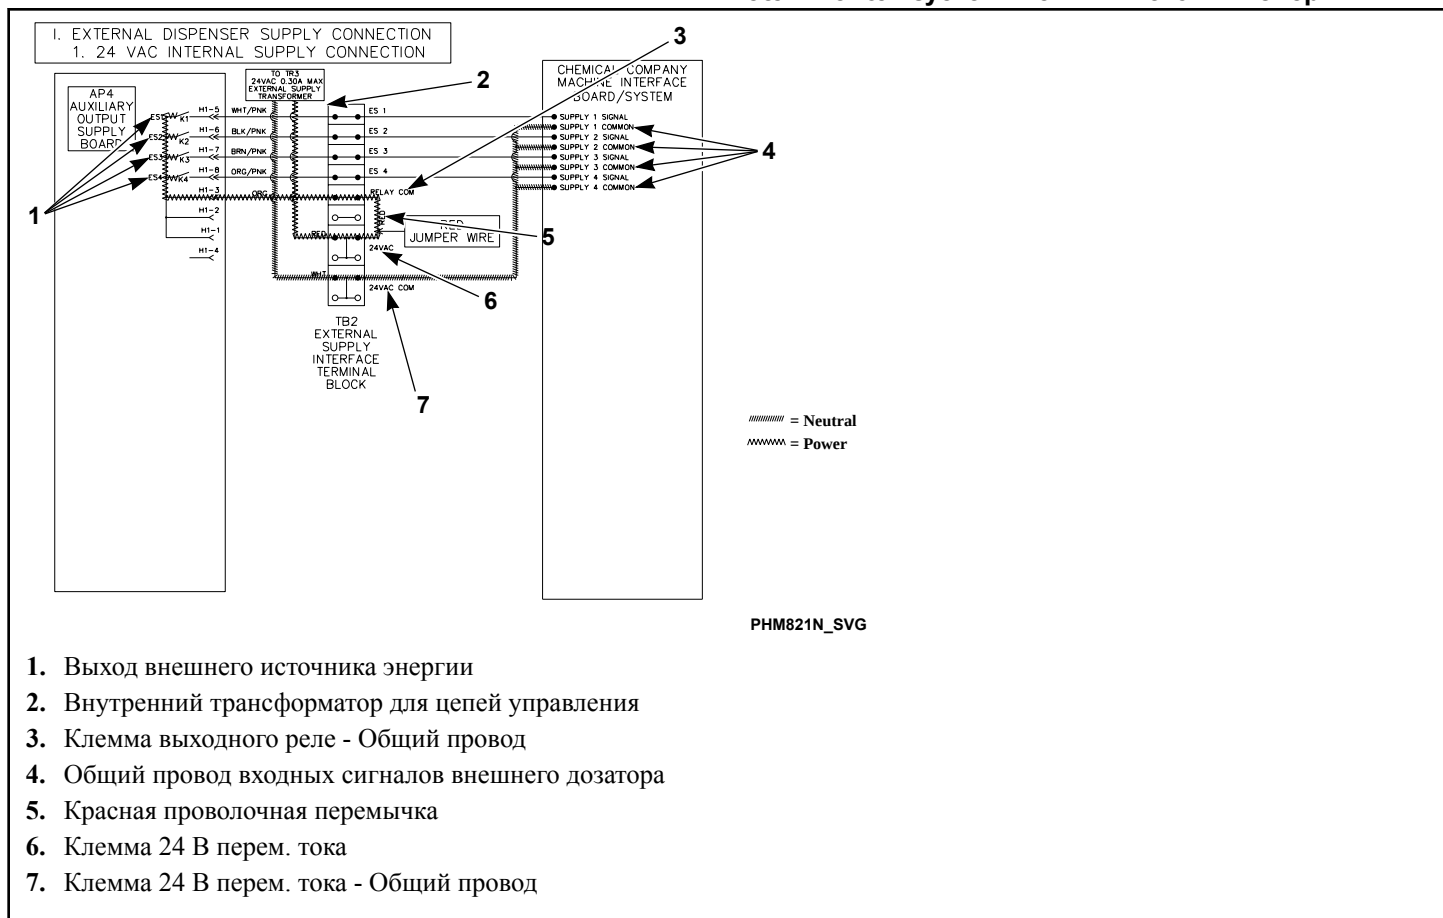

Рис. 27
- Вторая клемма используется для соединения другой стороны трансформатора для цепей управления с общим проводом выходных сигналов машины через красную проволочную перемычку между «24 В перем. тока» и «Выходным реле - Общий провод». См. Рис. 27.